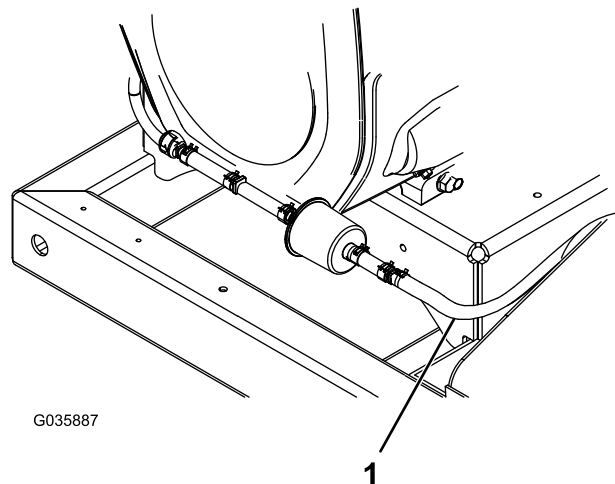

Bild 9
11. Bringen Sie den Entlüftungsschlauch am Aktivkohlefilter an und befestigen Sie diesen mit den zuvor entfernten Schlauchklemmen, wie in Bild 9 abgebildet.